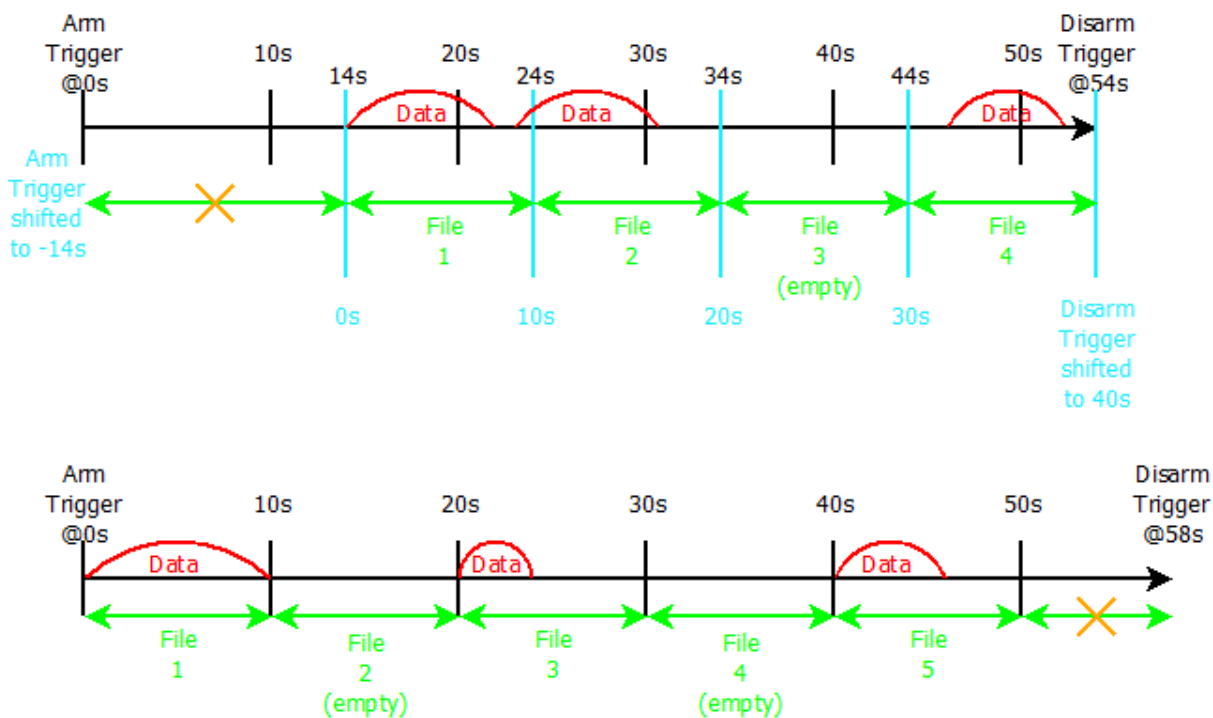

Fig. 5.6: 第一种记录特殊情况; 每 10s 分割一次文件
- 准备触发器后没有数据记录: 如果需要一定时间准备触发前和第一个记录发生的事件之后, 准备触发之间的时间触发和第一个记录发生的事件将被拒绝和 “0” 的位置将被转移到准备触发第一个记录发生的事件。因此, 第一个数据文件不是在准备触发的位置开始, 而是在第一个记录事件发生的位置开始。请参考 Fig. 5.6。